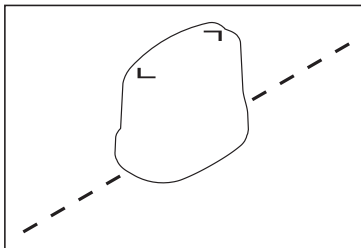

Abb. 24: Ausrichtung des Generators zur Leitung beim indirekten Besenden
1. Positionieren Sie den Generator mit seiner Längsachse parallel über der zu ortenden Leitung (Abb. 24).